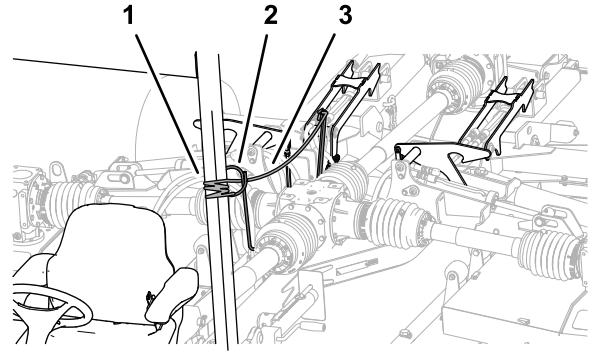

Figura 29
5. Tire y sostenga la cuerda de bloqueo de la carcassas (Figura 29).